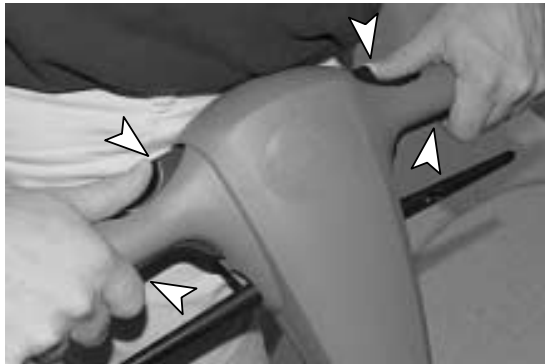

AFB. 11
- Zet, voordat u begint te werken, eerst de steel omhoog zodat de machine parallel aan de vloer staat (Afbeelding 11). Dit geeft minder schokken bij het starten van de machine.